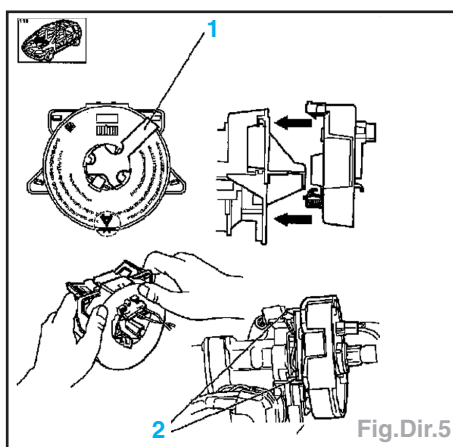

Fig.Dir.5
rieur de l'unité de contact avec l'arrêtior enfoncé dans le sens inverse des aiguilles d'une montre jusqu'à la première augmentation d'effort tangible. Revenir ensuite de 2,5 tours en arrière, tourner enfin dans le même sens jusqu'à ce que les flèches (4) coïncident (Fig.Dir.5).